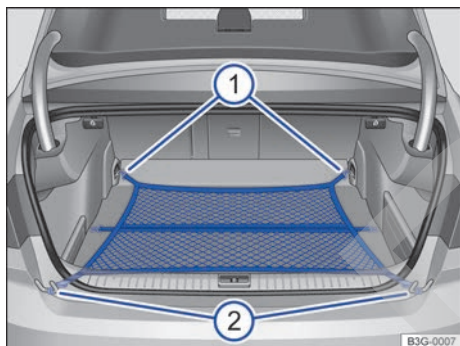

Fig. 139 En el maletero: bolsa de red enganchada.
- Fije los ganchos de la bolsa en las argollas de amarre situadas junto al respaldo trasero → fig. 139 ①. La cremallera de la bolsa tiene que quedar hacia arriba → ⚠.
- Fije los ganchos del otro extremo de la bolsa en las argollas de amarre situadas junto al umbral de carga → fig. 139 ②.